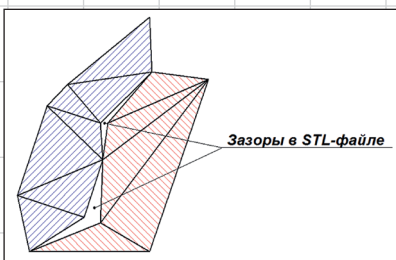

Рис. 3. Зазоры, возникающие между треугольниками сетки
- **зазоры** являются самой распространенной ошибкой. Они возникают, когда соседние треугольники не имеют двух общих вершин, вследствие чего в сетке некоторые из них могут исчезнуть (рис. 3). Часто такие ошибки появляются из-за неаккуратности создания 3D-модели: остаются необрезанные поверхности, не выполняются сшивка поверхностей или булевы операции. Если не устранить эту ошибку, то модель будет распечатана некорректно. Представьте, что модель необходимо опустить в воду. Так вот: модель можно отправлять на печать только в случае, если вода не просочится с ее поверхности внутрь;